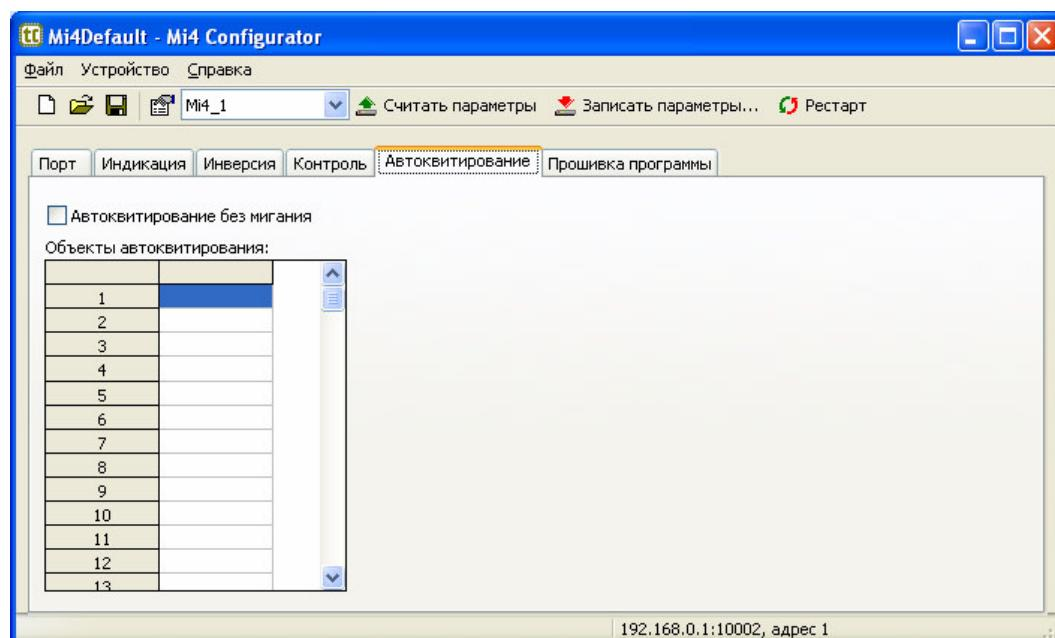

Рисунок 13 – Закладка «Автоквитирование»
5.2.6 Параметры автоквитирования (рисунок 13):